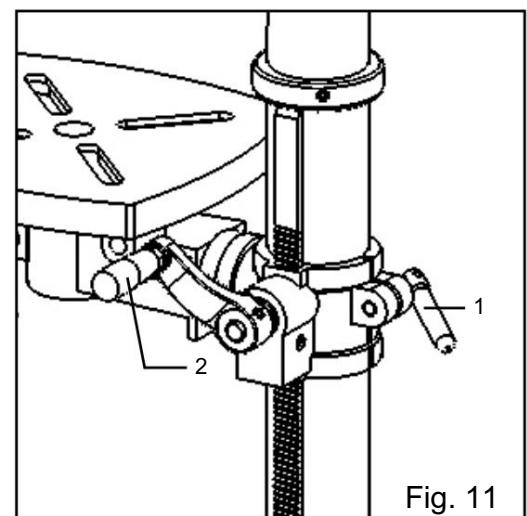

Fig. 11
MONTER OU ABAISSER LA TABLE (FIG. 11)
1. Desserrez la poignée de verrouillage du support (Fig. 11 - 1) et tournez la manivelle (Fig. 11 - 2) jusqu'à ce que la table soit à la hauteur souhaitée.
FAIRE TOURNER LA TABLE (FIG. 11)
1. Desserrez la poignée de verrouillage du support (Fig. 11 - 1) et tournez la table autour de la colonne jusqu'à la position souhaitée.